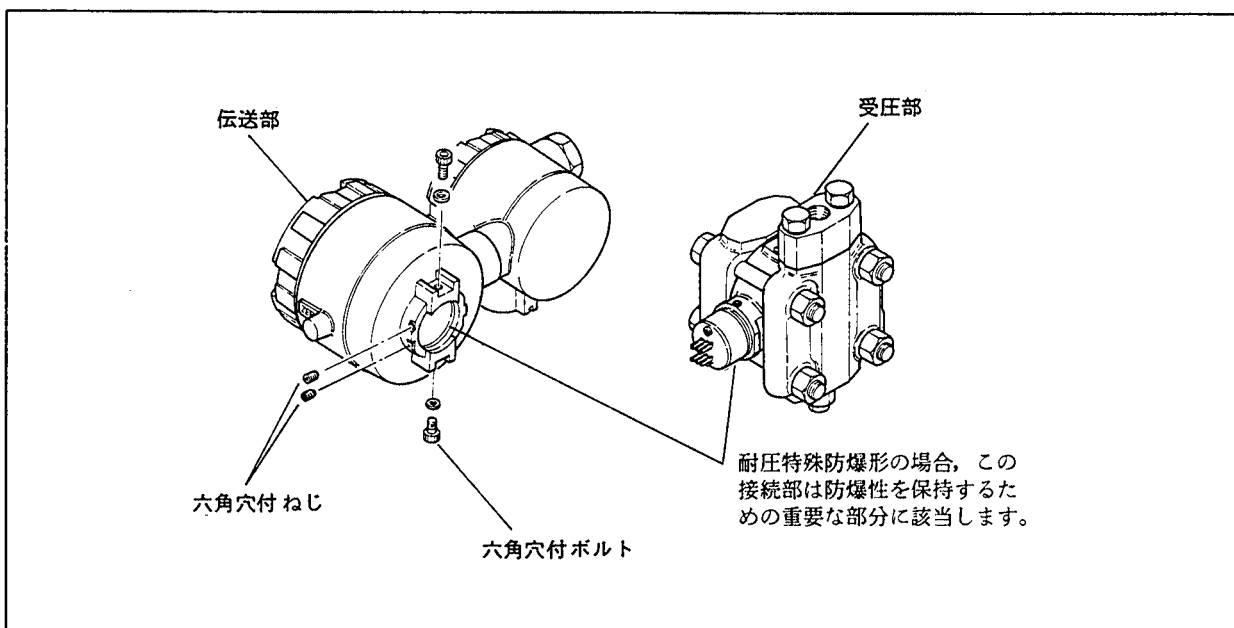

図6.6 伝送部と受圧部の分離
耐圧防爆性保持の重要な部分に該当しますので、傷などの欠陥がないことを確認してください（図6.6参照）。
3. 保守終了後は伝送部と受圧部を固定するための六角穴付ボルトおよびねじを確実に締付けてください（図6.6参照）。
- (1) 電源を切ります。
- (2) ゲートバルブを閉じます。
- (3) ドレン（ベント）スクリューを開けます。その際、ドレンはプラグの軸方向に排出されるので液、蒸気等が身体に飛散しないように注意してください。
- (4) 6.5.2項を参照してアンプユニットを取りはずします。
- (5) 伝送部と受圧部を固定している2本の六角穴付ボルトをはずします。同時に2本の六角穴付ねじを1回転ほどゆるめます（図6.6参照）。
- (6) 伝送部と受圧部を分離します。
- (7) 受圧部が取付用ブラケットで50 A (2 B)パイプに取付けられている場合は、高圧側の取付用ボルトをはずします。